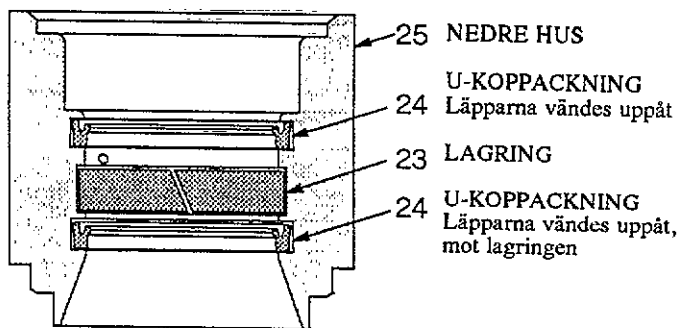

FIG 2
1. Det nedre huset (25) har ett spår för varje packning (24*) och lagringen (23*). Smörj dessa delar med en tunn olja. Installera en U-koppackning (24*) *med läpparna vända uppåt*, längst upp i huset. Installera lagringen (23*) och den andra U-koppackningen (24*) *med läpparna vända mot lagringen*, längst ned i huset. Se detaljritningen i fig 2. Montera det nedre huset på motorbasen (2). Se till att det bottnar ordentligt.
2. Installera fjädern (26) på kolven (30).
3. Sätt på kolvringarna (32*) på kolven (30). Kolvringarna skall monteras med skarvarna 180° förskjutna.
4. Montera O-ringen (17) i spåret på kolven.
5. Montera kolvanslaget (28) och låsmuttern (27) på utlösningstången (31). Släpp ned utlösningstången i kolven (30) och fjädern (26).
6. Montera nya O-ringar (33) i cylinderns (29) övre och nedre ändar. Installera cylindern i det nedre huset (25).
7. **Om utlösningstången och kolven demonteras:** Lås locket (34) med Loctite TC-222 på gängorna. Fortfarande med kolven i ett skruvstycke skruvas locket fast i kolven (30).